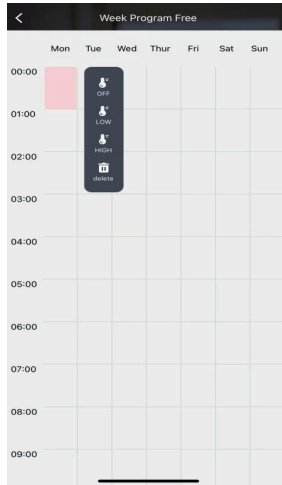

Bild 10
5. Durch Eingabe des Wochenprogramms können Sie die entsprechende Temperatur für 24 Stunden an einem beliebigen Wochentag wählen, wie in Abb. 10 dargestellt.